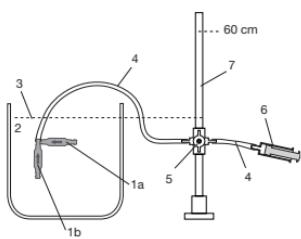

Fig. 7: Apparecchiatura di prova
- Coloque el manómetro y recipiente de modo que el punto cero a) Instalar el manómetro ed il bagno d'acqua in modo che il punto zero del manómetro ed il livello del liquido del bagno d'acqua siano alla stessa altezza (Fig. 7).
- Collegare la siringa, il manómetro e il tubicino in silicone l'uno all'altro come illustrato nella Fig. 7, eventualmente utilizzando l'apposito adattatore.